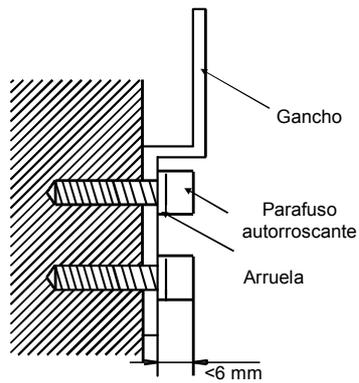

Figura 6
1. Fixe o gancho com parafuso autorroscante na parede. (Veja Figura 6)